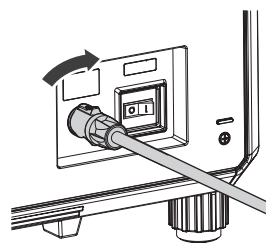

図 2
- 2) 電源コードのコネクターを本体側に押し付けながら、「カチッ」と音がするまで時計方向に回す（図 2）